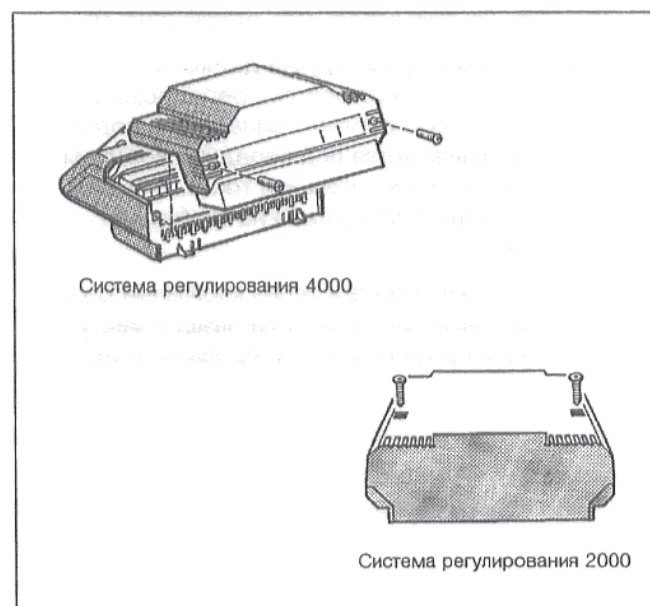

Рис. 6: Открытие устройства регулирования
- Вывинтить оба винта закрывающего кожуха клемм устройства регулирования. Снять закрывающий кожух клемм (Рис. 6).